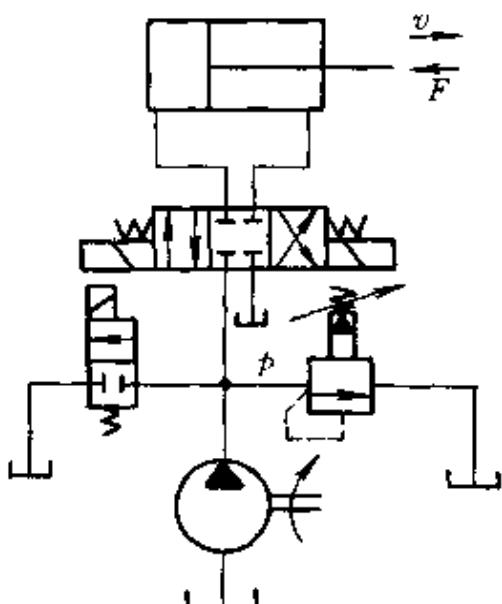

图 7-36 题 7-44 例 2 附图
**例 2** 在图 7-36 中, 已知无杆腔活塞面积  $A=100 \text{ cm}^2$ , 液压泵的供油量  $q_p=63 \text{ L}/\text{min}$ , 溢流阀的调整压力  $p_y=5 \text{ MPa}$ , 问负载  $F=0$ ,  $F=54 \text{ kN}$  时, 液压缸的工作压力  $p$  为多少? 液压缸的运动速度和溢流阀的溢流量为多少?(不计一切损失)